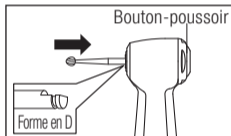

Fig. 2
- 1 Insérez la fraise jusqu'à ce qu'elle soit correctement positionnée. (Fig. 2)